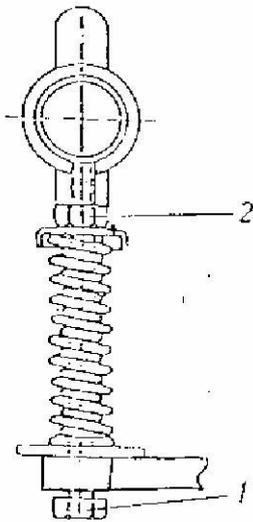

Abb. 13. Spanner des Becherbandes
Das Brecherband soll auf eine solche Art und Weise gespannt werden, damit es während des Betriebs bei normal befüllten Ausspflanzkammer nicht stoppt. Das Band kann sich nicht seitlich verschieben. Die Spannung des Bandes erfolgt gleichmäßig von beiden Seiten durch das Eindrehen der Schraube (1, Abb.13) in die Mutter (2). Anschließend ist der Stossstange (3) so zu verschieben, dass zwischen dem Schraubenkopf und der Stossstange 2 mm Spalt bleibt.